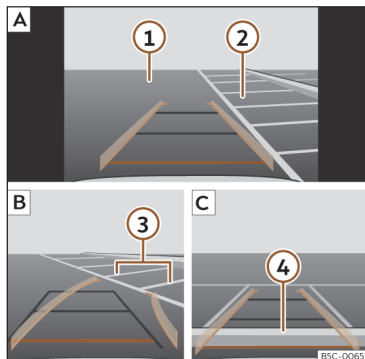

Fig. 149 Visualização no ecrã do sistema infotainment: estacionar com o assistente de marcha-atrás.
Legenda da >>> **Fig. 149:**
- Posicione o veículo à frente do lugar de estacionamento >>> **Fig. 149 ② A**.
- Retroceda rodando o volante de forma que as linhas amarelas se introduzam no lugar de estacionamento. As linhas verdes e amarelas têm de coincidir com as linhas de delimitação laterais **③ B**.
- Pare o veículo quando a linha vermelha tiver atingido a delimitação traseira **④ C**.